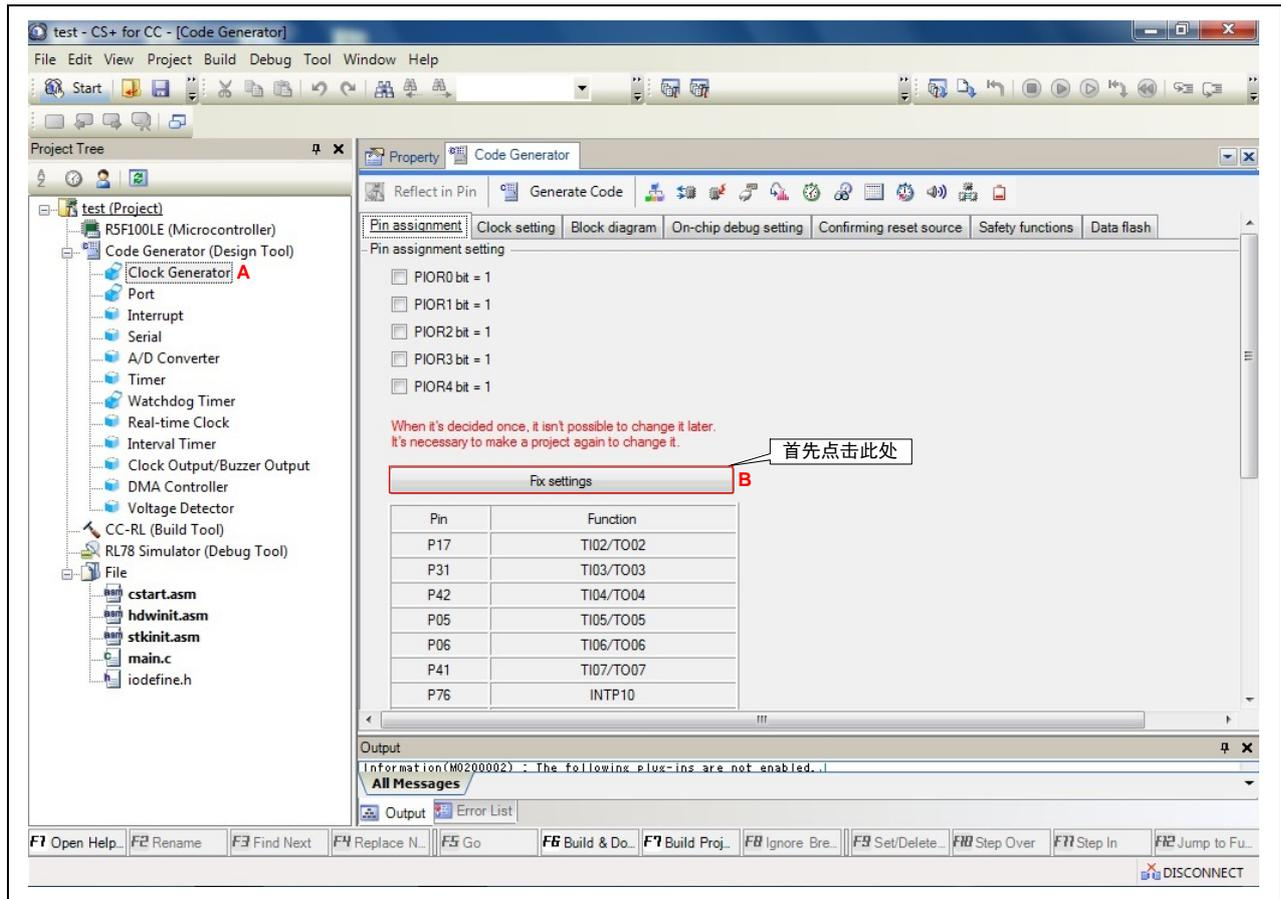

图 2.1 代码生成工具的设置界面（1）
- (1) 从“Project Tree”中找到“Code Generator (Design Tool)”，点击“Clock Generator”（请参考“图 2.1”中的 A）。